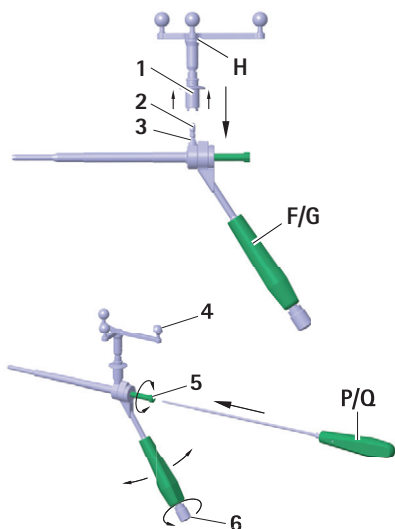

Fig. 2 Montaje de la unidad con estrella de Aesculap en la guía de perforación S⁴C FW664R/FW665R
- Para asegurarse de que la cámara tenga una vista sin restricciones de las esferas marcadoras reflectantes, aflojar la manija 6 en el mango S⁴C de la guía de perforación S⁴C F/G y girar la unidad con estrella de Aesculap H a la posición deseada, ver Fig. 2.
- Para asegurarse de que la cámara tenga una vista sin restricciones de las esferas marcadoras reflectantes, aflojar la manija 6 en el mango S⁴C de la guía de perforación F/G y girar la unidad con estrella de Aesculap H a la posición deseada, ver Fig. 2.